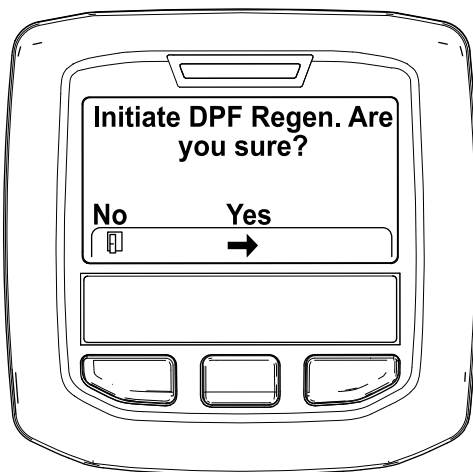

図 50
4. Initiating DPF Regen DPF 再生開始 Are you sure? というメッセージが表示されるので、中央ボタンを押す 図 50。